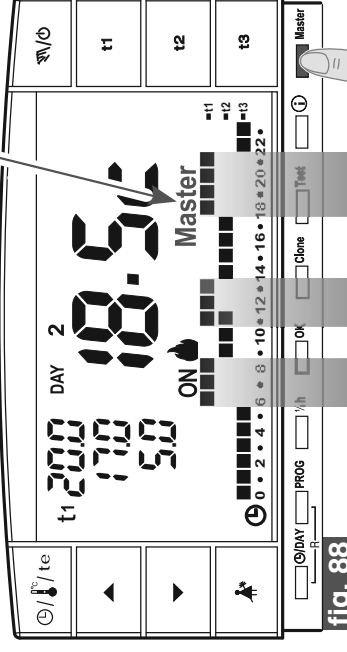

fig. 88
- en los períodos en los que el programa (perfil) registra el nivel de temperatura **comfort (t1)** la termorregulación no es controlada por el Máster (controla la zona de acoplamiento) sino por los respectivos transmisores de cada zona. En la pantalla sigue apareciendo el mensaje **Máster** (fig. 88).